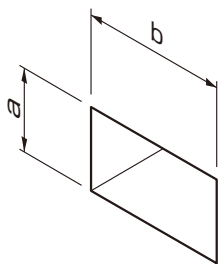
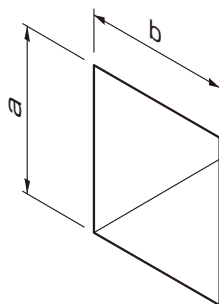

図4-1 1B・2B15の場合
図4-2 2B05の場合
- ①ポストの取付け部に図4-1、図4-2、表4-1の寸法を確保してください。